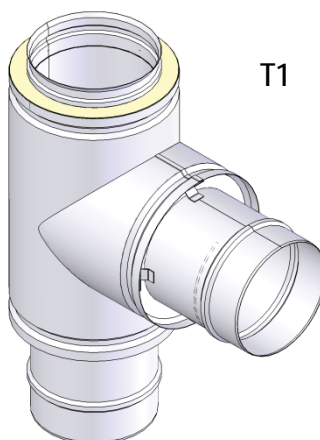
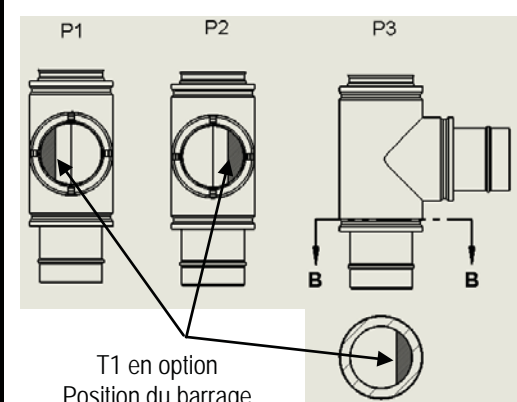

Figure 44
Figure 45
1) **Té de graisse T1 (Figure 44)**; té 90° de base doté d'un barrage de rétention de graisse. Voir la **Figure 45** pour connaître la position du barrage.